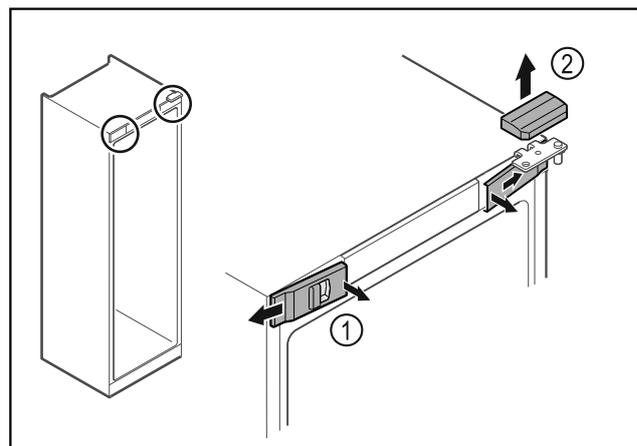

Fig. 18
- ▶ Débrancher les caches avant Fig. 18 (1) du côté intérieur et les retirer vers l'extérieur.
- ▶ Retirer le cache supérieur Fig. 18 (2) vers le haut.